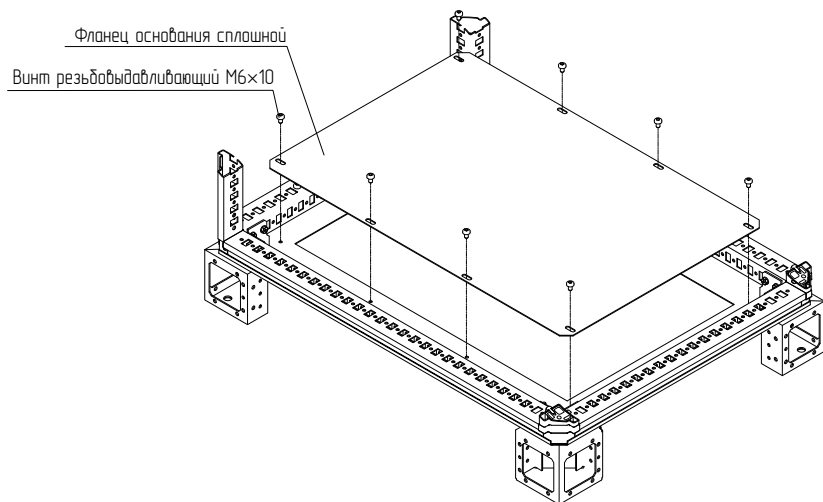

Рисунок 114
4.37.3 Приложить фланец основания сплошной/ вентилируемый к основанию шкафа и закрепить винтами М6×10 (рисунок 114, 115). Момент затяжки – 7 Н·м. Винты М6×10 входят в комплект крыши и основания.